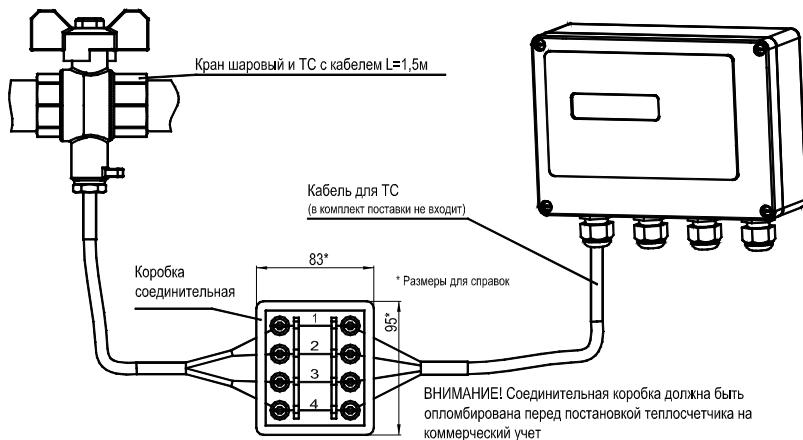

Рисунок 5.1
- в выбранном месте установки необходимо вырезать участок трубопровода шарового крана (см. рисунок 5.1).
- установить ТС в шаровый кран (см. рисунок 5.1).